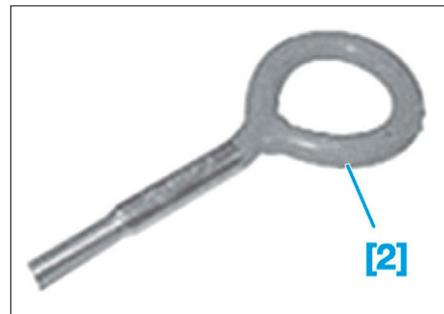

FIG. 97
- [2]. Anneau de levage (réf : 188-Q) (Fig.97).